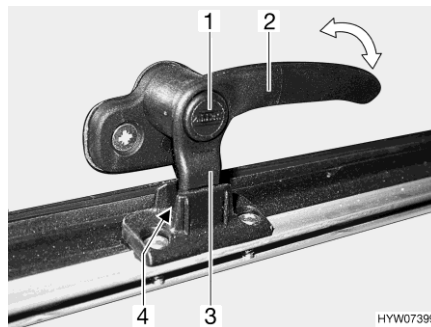
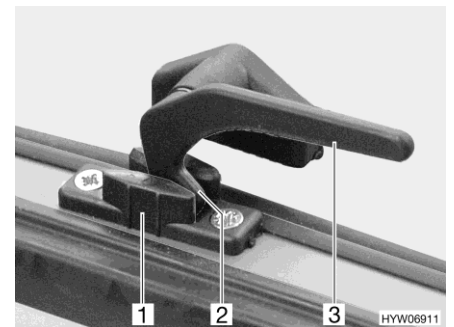

Fig. 73 Leva di serraggio con bottone di sicurezza in posizione "Aerazione continua"
Fig. 74 Leva di serraggio in posizione "Aerazione continua"
- In posizione di "Aerazione continua" (Fig. 73 e Fig. 74)
- Se presente, premere e tenere premuto il bottone di sicurezza (Fig. 73,1).
- Ruotare la leva di serraggio (Fig. 73,2 o Fig. 74,3) di un quarto di giro verso il centro della finestra.
- Girare nuovamente all'indietro la leva di serraggio. Riportare contemporaneamente il nasello di chiusura (Fig. 73,3 o Fig. 74,2) della leva di serraggio nella rientranza della chiusura della finestra (Fig. 73,4 o Fig. 74,1).
- Se presente, rilasciare il bottone di sicurezza (Fig. 73,1).